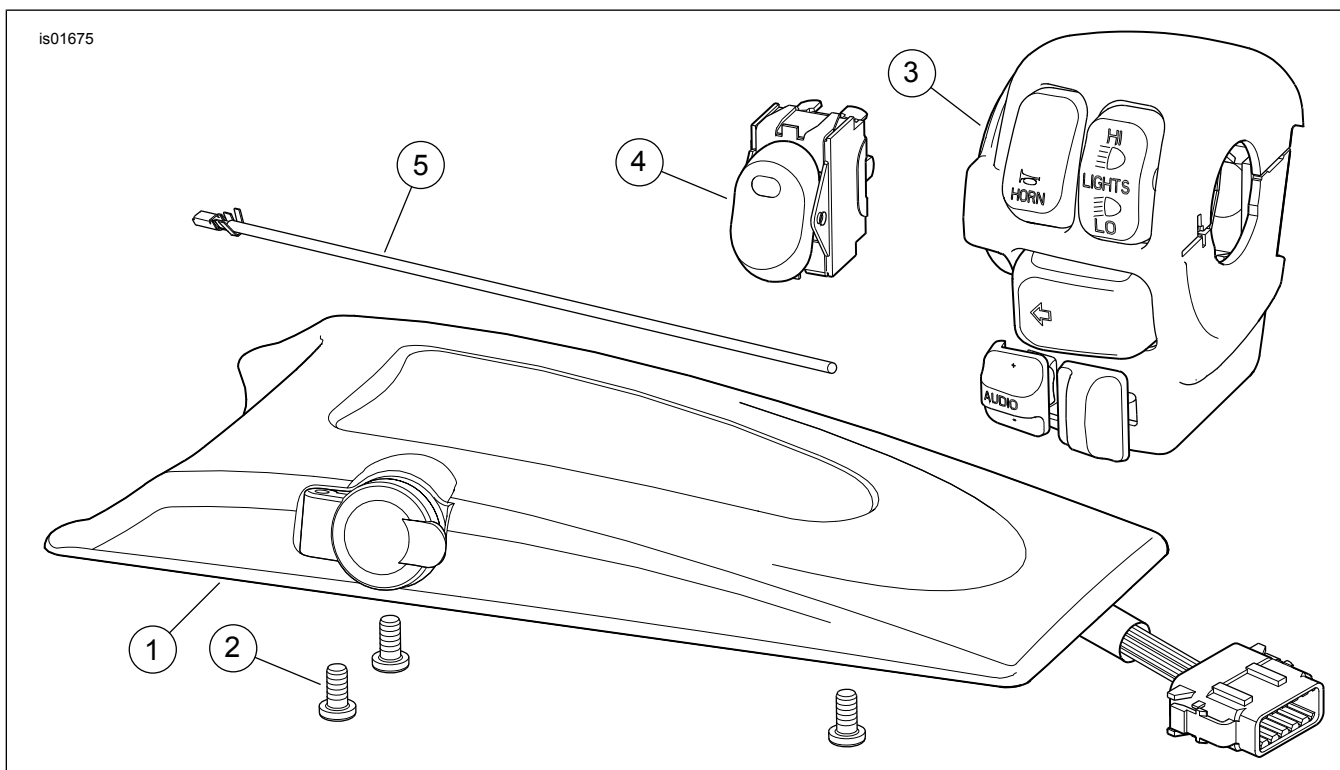

Abbildung 1. Ersatzteile, Satz 77173-06
Siehe Abbildung 1 und Tabelle 1.
4. Auf der Verkleidungskappe den Stopfen an der inneren linken Seite entfernen. Siehe Abbildung 1 den Abschnitt VERKLEIDUNGSKAPPENSCHALTER (FLHTC/U) im Werkstatthandbuch. Den Lautsprecherschalter (4) wie folgt in der Öffnung einbauen: **Falls ein Geschwindigkeitsregelungsschalter VORHANDEN IST:** Den Lautsprecherschalter gemäß Anleitung im Werkstatthandbuch einbauen. **Falls KEIN Geschwindigkeitsregelungsschalter vorhanden ist:**
- a. Das Lautsprecherschalter-Adapterkabel (5) aus dem Teilesatz sowie den zum Lautsprecher gehörigen Stoßverbinder zur Hand nehmen.
6. Die **neue** linksseitige Schalterbaugruppe (3) aus dem Teilesatz einbauen.